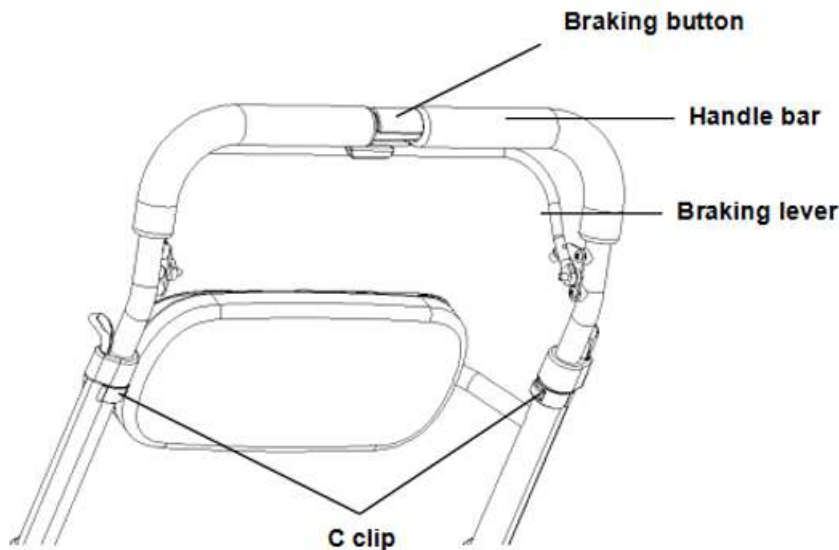

Figure 3
1. Hamowanie: Chwycić obiema rękami uchwyt i dźwignię hamulca, a następnie nacisnąć dźwignię hamulca w kierunku uchwyty, jak pokazano na rysunku 3. Następnie zablokuj dźwignię hamulca przyciskiem (patrz rysunek 3) i upewnij się, że hamulec jest aktywowany po usłyszeniu „kliknięcia”.